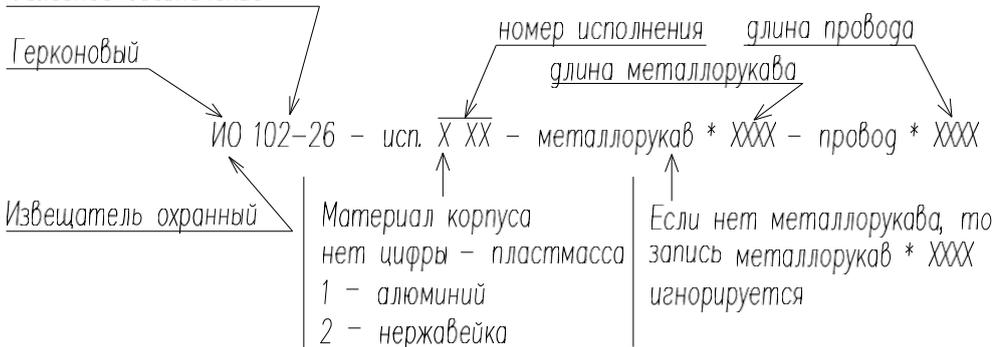

Рис.1
1.4. Информация для заказа, заказ производится согласно рис. 1: